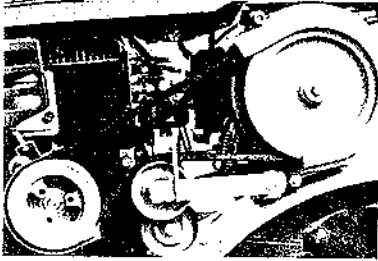

Fig. 8
- b) Lorsque les courroies sont neuves, elles sont susceptibles de se distendre. Aussi, après quelques jours d'utilisation, réajuster la tension de la courroie. (Fig. 8)